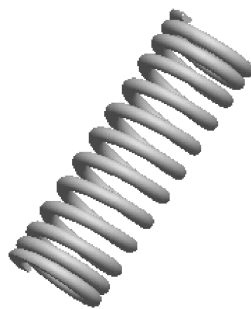

图 6-95 完成弹簧
(16) 最后得到螺旋压缩弹簧，如图 6-95 所示。
(17) 保存文件，关闭窗口，拭除不显示。